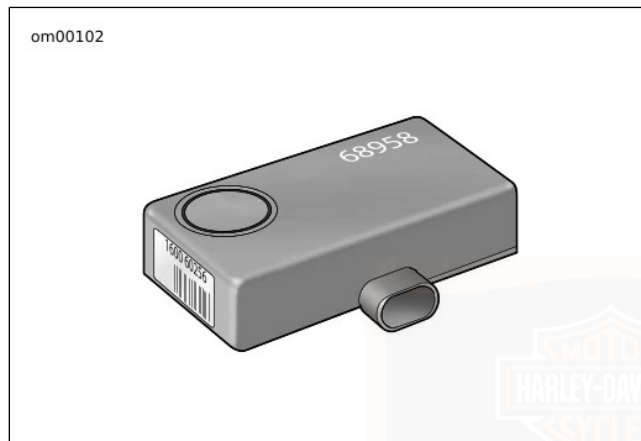

Figura 23. Sirena Smart opzionale
- Vedere Figura 23. suonare la sirena opzionale.